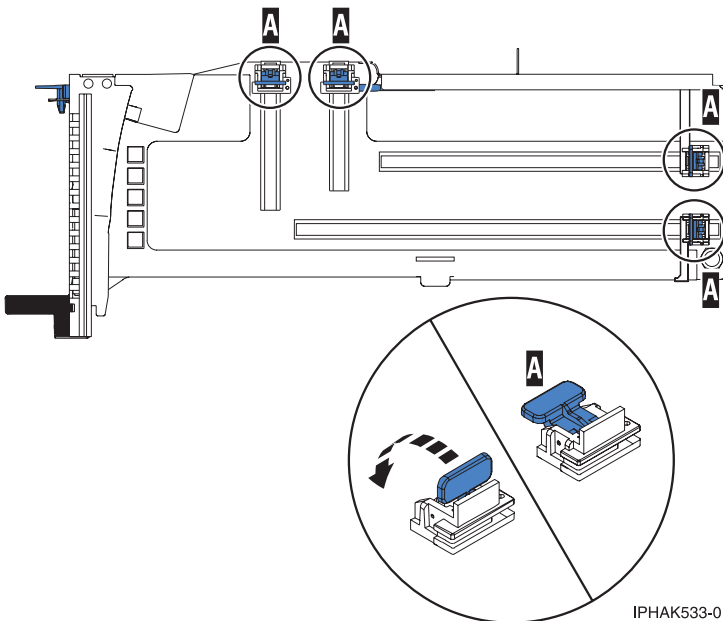

Figura 52. Piezas de retención del adaptador en una casete
- a. Asegúrese de que todas las piezas que servirán para sujetar el adaptador se han empujado hacia fuera de los bordes de la casete para permitir la colocación del adaptador. Consulte Figura 52.